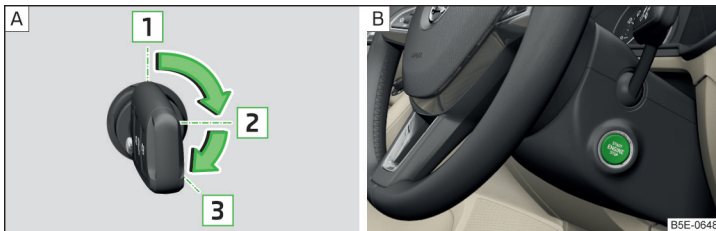

Abb. 237 Positionen des Fahrzeugschlüssels im Zündschloss / Starterknopf
Positionen des Fahrzeugschlüssels im Zündschloss » Abb. 237 - [A]
➤ Den Knopf drücken » Abb. 237 - [B], die Zündung wird ein-/ausgeschaltet.
- Bei Fahrzeugen mit **Zündschloss** den Schlüssel in die Position **3** drehen » Abb. 237 auf Seite 207 - [A], es erfolgt der Startvorgang. Dann den Schlüssel loslassen, der Motor springt automatisch an.
- Bei Fahrzeugen mit **Starterknopf** den Knopf kurz drücken » Abb. 237 auf Seite 207 - [B], der Motor springt automatisch an.
- Bei Fahrzeugen mit **Zündschloss** den Schlüssel in die Position **1** drehen » Abb. 237 auf Seite 207 - [A].
- Bei Fahrzeugen mit **Starterknopf** den Knopf drücken » Abb. 237 auf Seite 207 - [B], der Motor und die Zündung werden gleichzeitig ausgeschaltet.
› Den Knopf gedrückt halten » **Abb. 237 auf Seite 207** -  oder zweimal innerhalb von 1 Sekunde drücken.